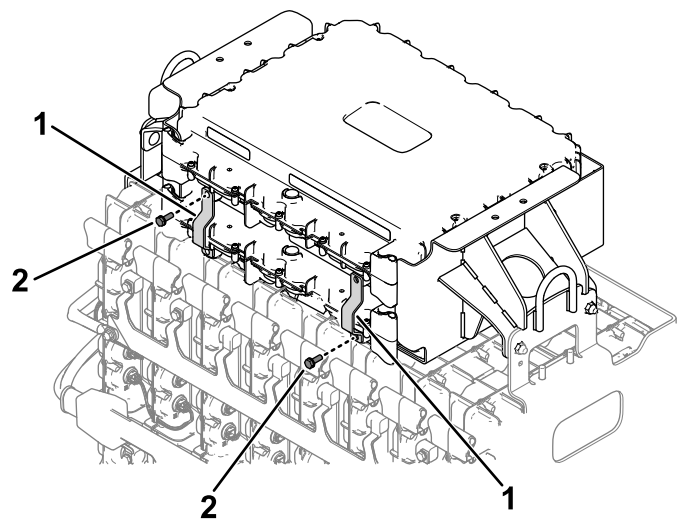
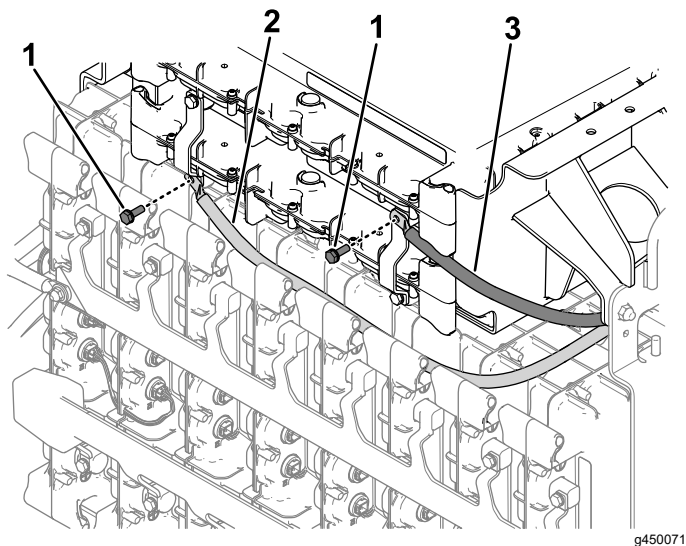
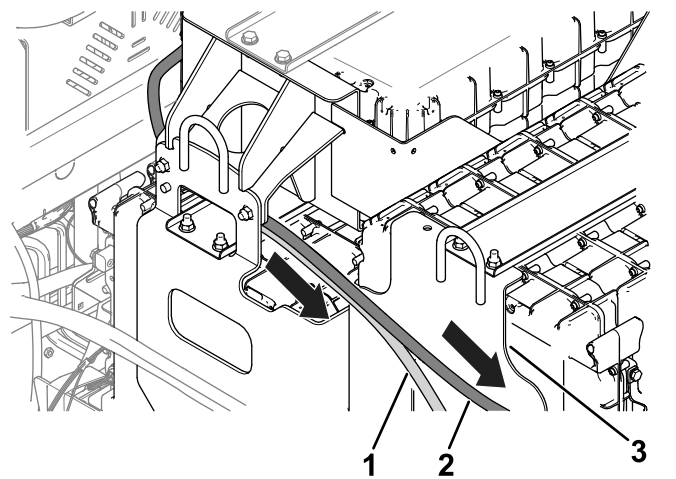

Bild 3
Bild 4
Bild 5
2. Verwenden Sie die beiden Sechskantschrauben (1/4"), um die Stromschiene an den Akkus zu befestigen (Bild 3).
- Verwenden Sie die beiden Sechskantschrauben ($\frac{1}{4}$ "), um die roten und schwarzen Akkukabel mit den Stromschienen zu verbinden, die Sie im vorherigen Schritt eingebaut haben (Bild 4).
- Prüfen Sie, ob die Stromschienen richtig sitzen, und ziehen Sie die Sechskantschrauben (Bild 3 und Bild 4) auf ein Drehmoment von 11 N m fest.
- Verlegen Sie die Akkukabel in Richtung des hinteren Akkufachs, wie in Bild 4 und Bild 5 dargestellt.